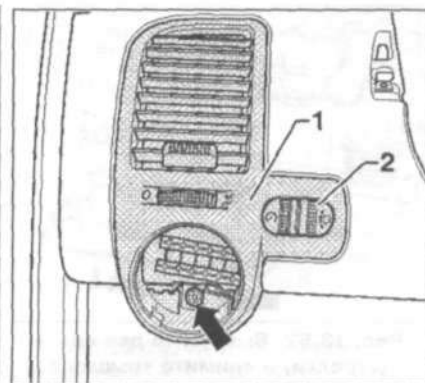

Рис. 13.58. Открутите болт (стрелка) и извлеките дефлектор 1 со стороны водителя. Отсоедините разъем проводки от регулятора 2 угла наклона света фар.
11. Открутите болт (стрелка) и извлеките дефлектор 1 со стороны водителя (рис. 13.58). Отсоедините разъем проводки от регулятора 2 угла наклона света фар.